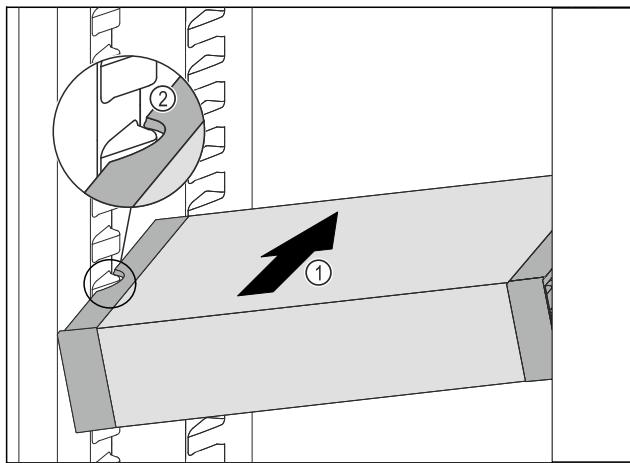

Fig. 83
- Вдвигайте VarioSafe под наклоном в холодильное отделение Fig. 83 (1), пока боковые выемки Fig. 83 (2) VarioSafe не окажутся на высоте выступа резервуара в холодильном отделении.